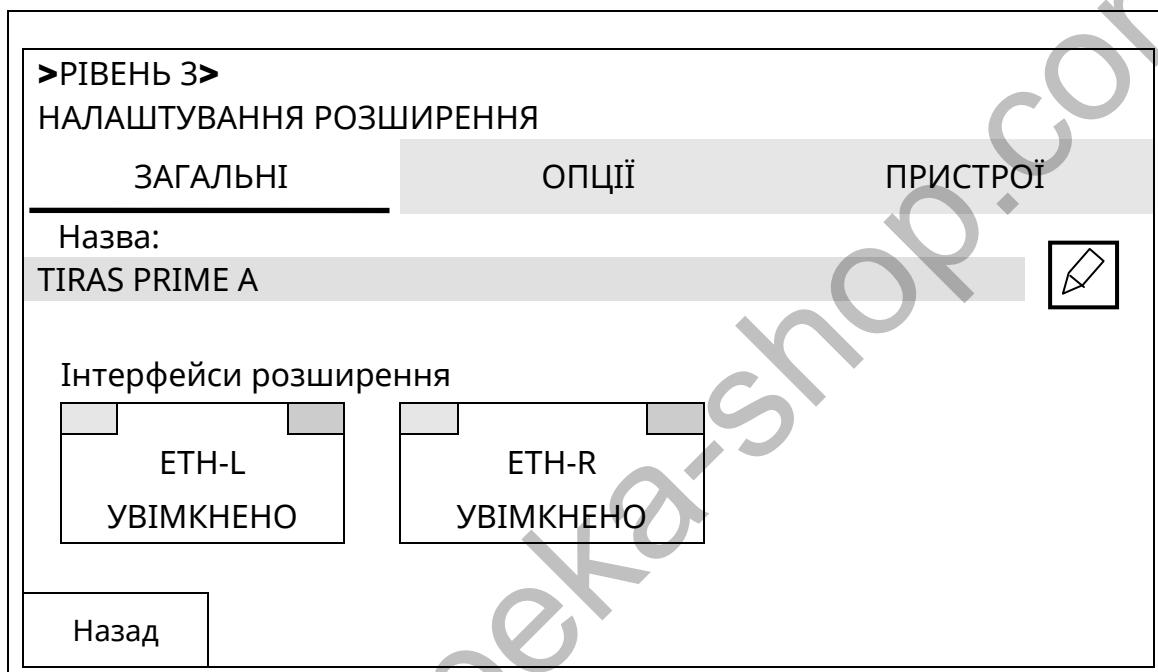

Рисунок 10.15.1 – Вікно налаштувань інтерфейсів розширення Ethernet
10.15.1 Якщо доторкнутися до кнопки [НАЛАШТУВАННЯ РОЗШИРЕННЯ], відкривається вікно (рис. 10.15.1) в якому знаходиться меню увімкнення/вимкнення інтерфейсів розширення Ethernet. Опис застосування меню наведений нижче.